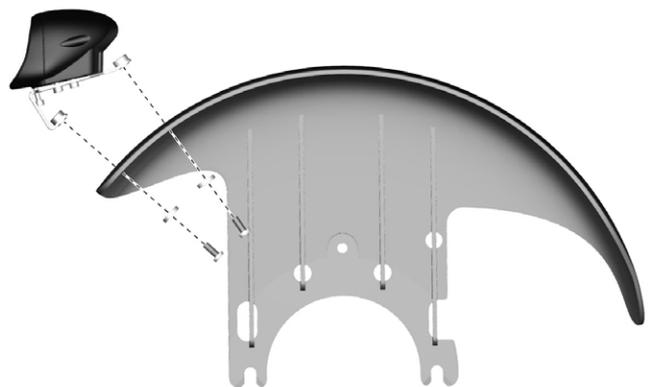

Abbildung 131. Frontleuchte. Sie ist von unten mit zwei Schrauben befestigt.
4. Frontleuchte abmontieren. Sie ist von unten mit zwei Schrauben befestigt. Siehe Abbildung. 131.
1. Montieren Sie die Frontleuchte von der Unterseite mit den zwei Schrauben. Siehe Abbildung. 131.